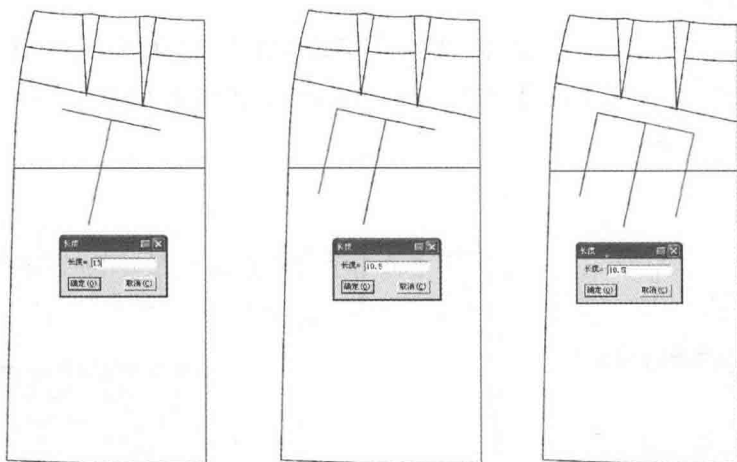

图5-24 画贴袋步骤2
(3) 如图 5-24 所示, 选择 【智能笔】工具按住【Shift】键, 进入【三角板】功能。从袋口线中点画一条垂直线 13cm。用同样方法在袋口线两端分别画一条垂直线 10.5cm。